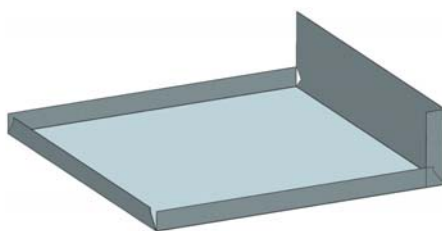

图 11-100 创建重新折弯特征
(3) 在“重新折弯”对话框中，单击  按钮，创建重新折弯特征，如图 11-100 所示。